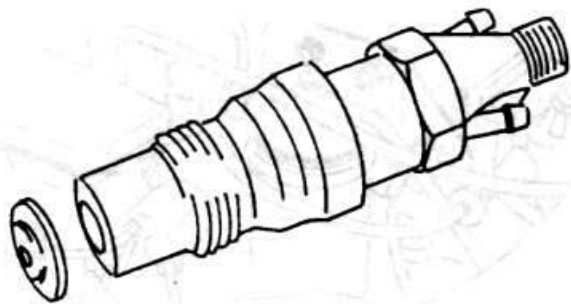

Рис. 2.160
- ◆ Вывинтите форсунку при помощи соответствующего торцевого ключа с внутренним многогранником. Выньте форсунку вместе с шайбой (рис. 2.160).